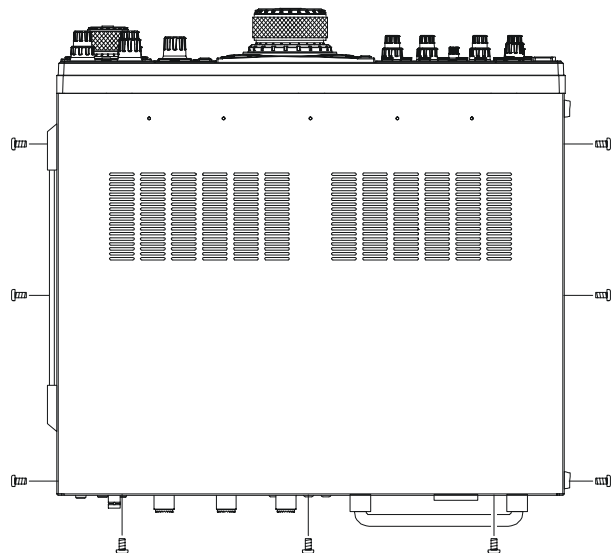

ABBILDUNG 1
4. Wie in Abbildung 1 dargestellt, je drei Schrauben an den Seitenteilen des Transceivers und die drei Schrauben an der oberen Kante der Rückseite lösen. Gehäuseoberteil 1 cm nach hinten schieben und abnehmen.